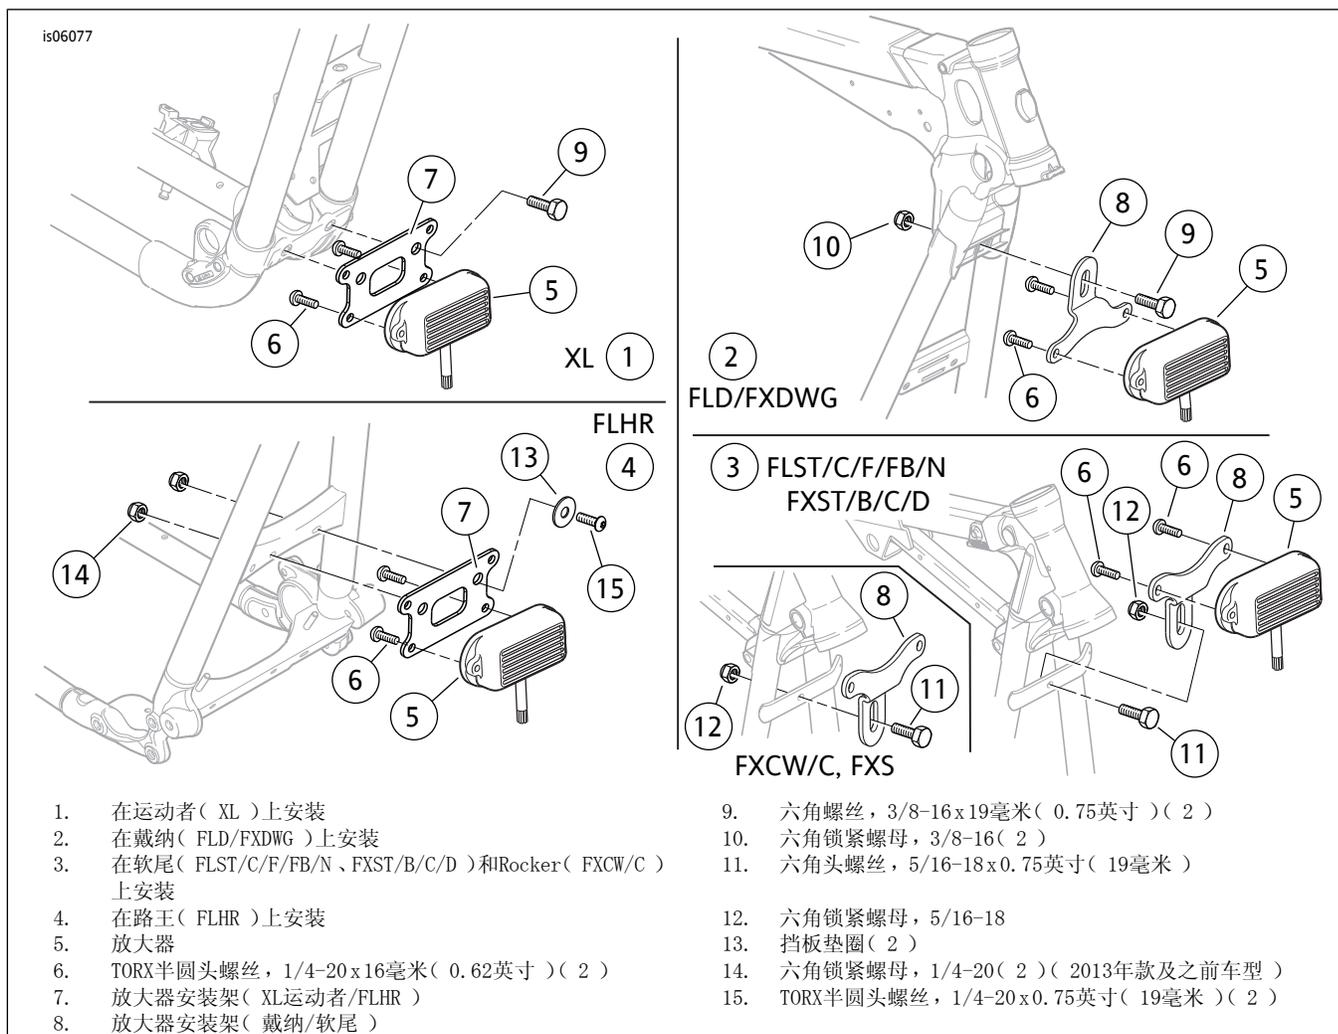

图1. 安装放大器和支架
2. 参见图1。使用螺丝( 6 )将放大器( 5，线束组件的组成部分 )安装至支架并拧紧至7.4 N·m(65 in-lbs)。
4. 参见图1。将放大器和支架安装至前下管之间的车架横梁，如图所示。